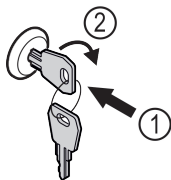

Fig. 150
- ▶ Sleutel erin duwen Fig. 150 (1).
- ▶ Sleutel 90° rechtsom draaien Fig. 150 (2).